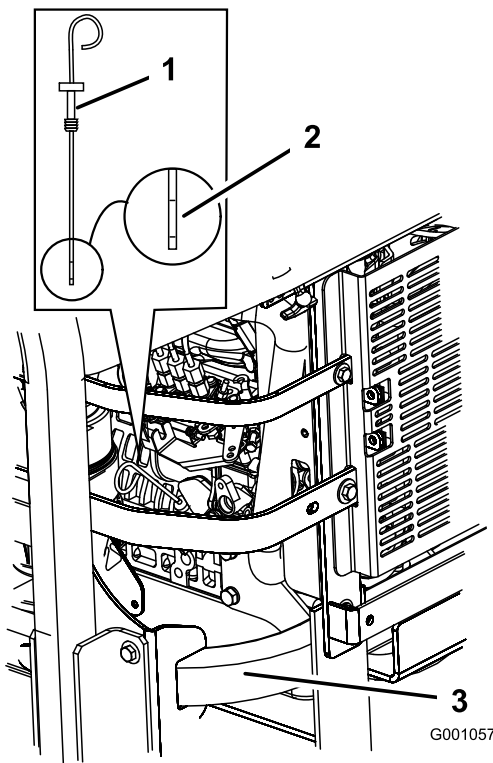

Bild 42
3. Reinigen Sie den Bereich um den Ölpeilstab herum (Bild 42), damit kein Schmutz in den Einfüllstutzen gelangen und so den Motor beschädigen kann.
4. Ziehen Sie den Ölpeilstab heraus und wischen das Metallende ab (Bild 42).
5. Schieben Sie den Ölpeilstab vollständig in den Einfüllstutzen. Ziehen Sie den Peilstab wieder heraus und prüfen Sie das Metallende (Bild 42). Gießen Sie bei niedrigem Ölstand nur so viel Öl langsam in den Einfüllstutzen, dass der Ölstand die Voll-Marke erreicht.